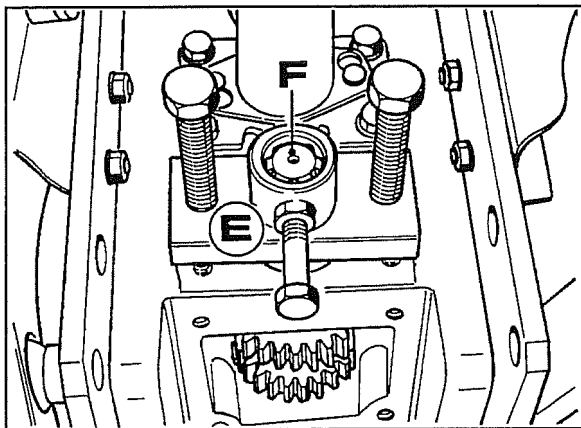

Fig. 3
4. Introduzir a tomada de força sincronizada através do comando situado ao lado da alavanca do travão de mão, e usando a ferramenta **E** fig. 3, extrair o eixo **F** da tomada de força sincronizada.